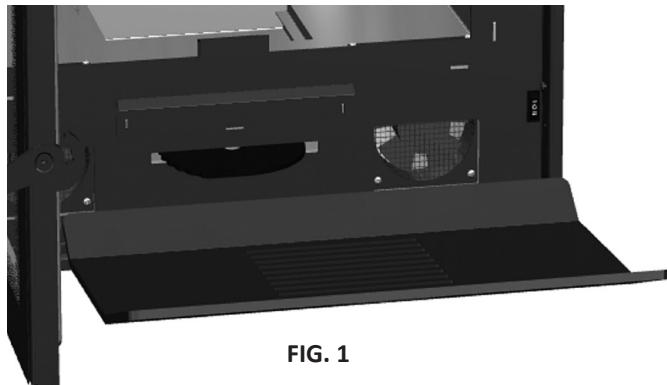

FIG. 1
1. Desmontar o defletor, as placas laterais e o fundo. Prestar atenção às peças de vermiculite, já que se podem partir. (Fig. 1)